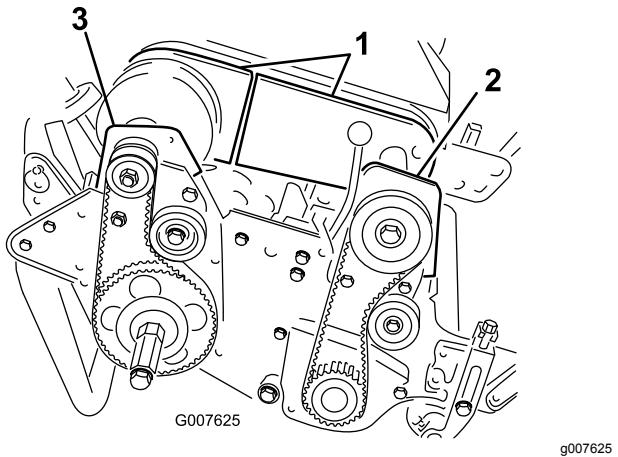

Рисунок 48
- Снимите болты крепления передней и задней частей крышки дифференциала к корпусу дифференциала и отодвиньте части крышки, чтобы открыть доступ к ремню (Рисунок 48).
- Удалите 2 болта и 2 контргайки, которые крепят передний корпус муфты к боковой пластине (Рисунок 48).
- Удалите 2 болта и 2 контргайки, которые крепят корпус правого заднего подшипника к боковой пластине (Рисунок 48).